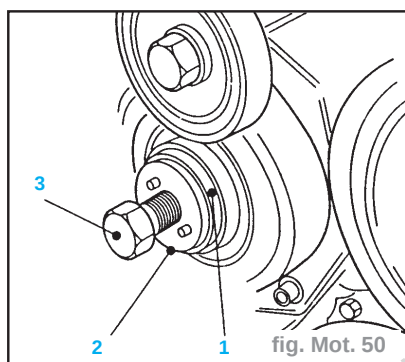

fig. Mot. 50
- Pour retirer la pompe d'injection, repasser la vis d'entraînement (3) de l'extracteur KM-8076 et serrer pour désolidariser la pompe d'injection du pignon d'entraînement (fig. Mot. 50).